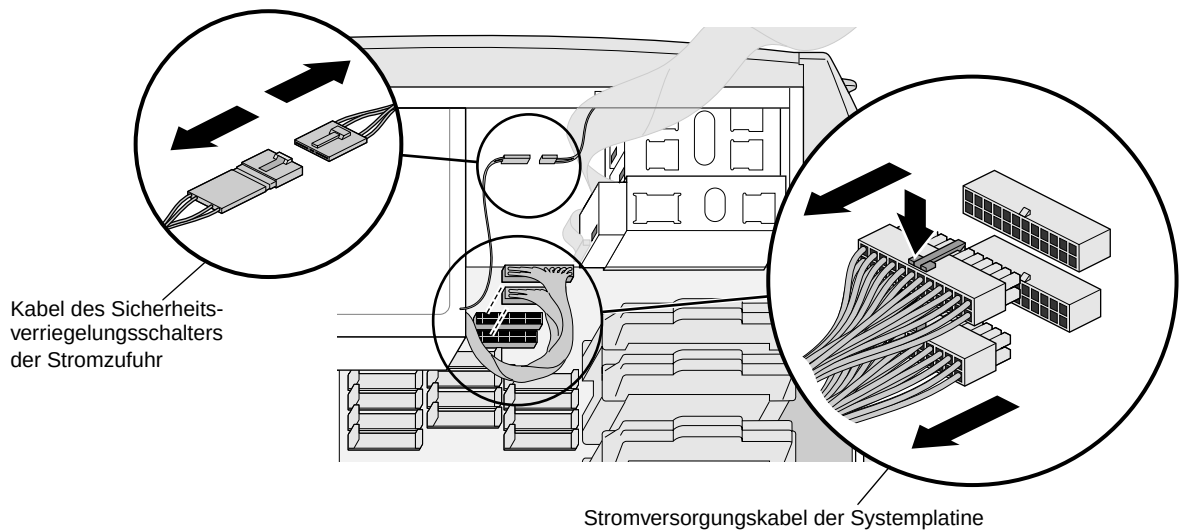

Abbildung 7-3 Entfernen der Stromversorgungskabel für die Systemplatine und der Sicherheitsverriegelung der Stromzufuhr
5. Trennen Sie die zwei Kabelteile des Sicherheitsverriegelungsschalters für die Stromzufuhr voneinander. Siehe Abbildung 7-3.